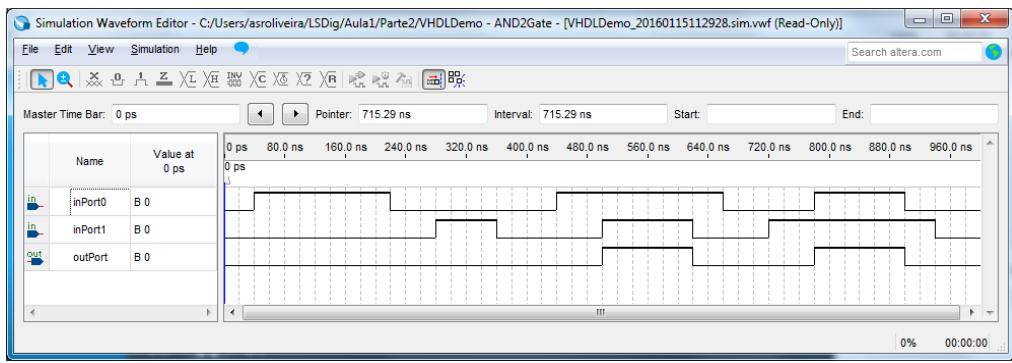

Figura 39 – Janela do simulador após a simulação.
10. Execute a simulação através do menu “*Simulation→Run Functional Simulation*”. Após a simulação deve obter o valor da saída da porta lógica AND correspondente às entradas que especificou (Figura 39).